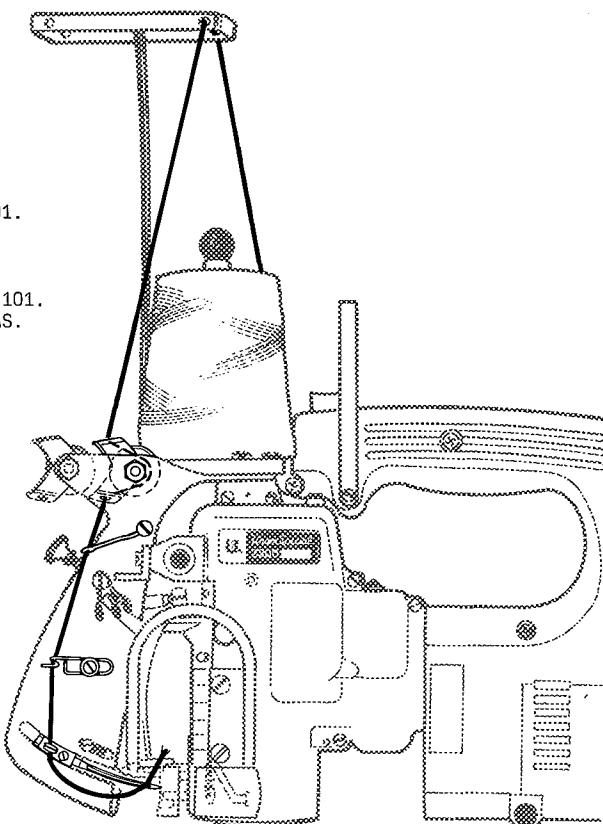

Fig.4
Prüfen Sie die Einfädelung der Maschine. Beachten Sie die Einfädelanleitung Fig. 4 und den Abschnitt "EINFÄDELN".
Thread the machine as shown in Fig.4.
For threading the looper (double locked stitch machines only) open the hinged cover (A, Fig.4) and turn motor handwheel in operating direction until the needle is in its lowest position below the throat plate. Reclose hinged cover (A) after threading.
The tension (L, Figs. 4 and 13) controls the looper thread and the tension (N) controls the needle thread.
The presser foot pressure is regulated with the knurled regulating screw (B, Fig.4)
Fädeln Sie die Maschinen wie in Fig. 4 gezeigt ein.
Zum Einfädeln des Greifers (nur bei Doppelkettenstich-Maschinen) öffnen Sie die Verschlußklappe (A, Fig.4) und drehen am Motor-Handrad in Drehrichtung bis die Nadel in der tiefsten Stellung unter der Stichplatte ist. Schließen Sie nach dem Einfädeln die Verschlußklappe(n) wieder.
Die Spannung (L, Fig.4 und 13) reguliert den Greiferfaden und die Spannung (N) den Nadelfaden.
Der Drückerfußdruck wird mit der gerändelten Stellschraube (B, Fig.4) reguliert.
Loosen the screw (D, Fig.4) for the needle and draw out the needle. Insert the shank of the new needle as far as it will go into the needle seat and with the flat on the shank facing to the front. Retighten screw (D) for the needle on the flat of the needle shank and thread the needle eye.
Lösen Sie die Schraube (D, Fig.4) für die Nadel und ziehen Sie die Nadel heraus. Stecken Sie den Kolben der neuen Nadel bis zum Anschlag in den Nadelsitz und so, daß die Fläche am Kolben nach vorne zeigt.